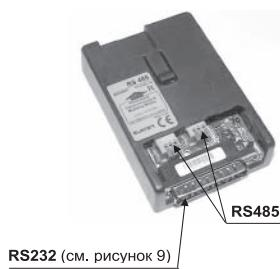

Рисунок 9
• **Модуль интерфейса RS232 ("S")** (см. рисунок 9)
RS232 (см. рисунок 9)